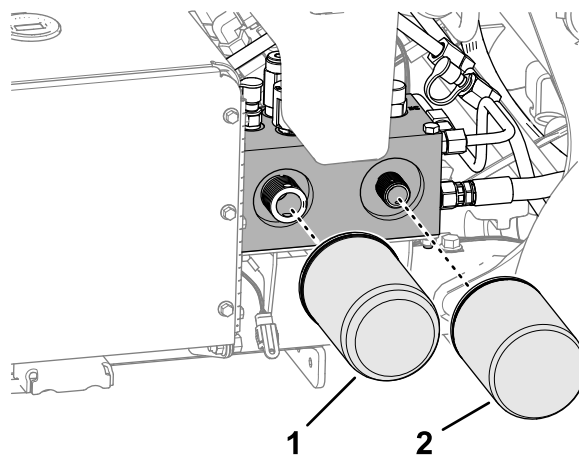

Figura 170
2. Coloque um recipiente de escoamento debaixo dos filtros, retire os filtros velhos e limpe a superfície da junta do adaptador do filtro (Figura 170).